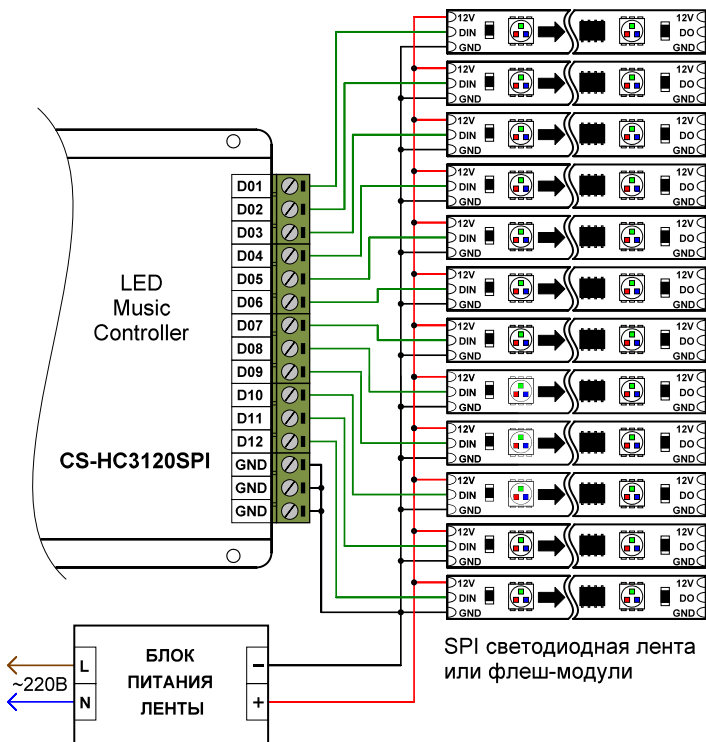

Рис.1. Схема подключения светодиодной ленты к выходу контроллера.
- 3.3. Подключите к выходным клеммам контроллера светодиодную ленту SPI (Рис.1) или флеш-модули.